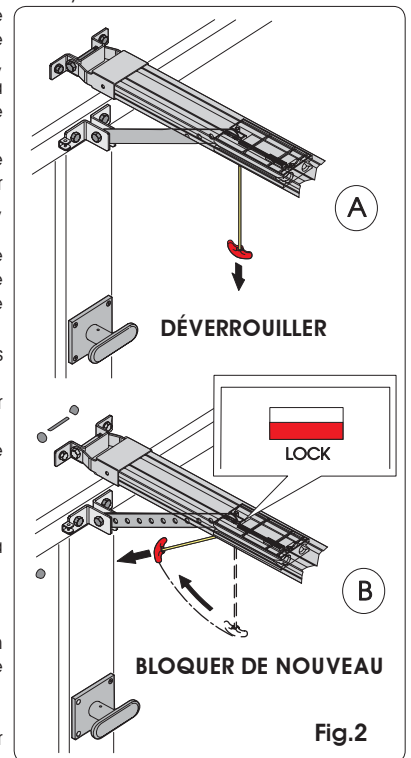

Fig. 2
- Déverrouiller l'opérateur en tirant la poignée de déverrouillage vers le bas (Fig. 2 réf. A).
- Bloquer de nouveau l'automatisme en tirant la poignée horizontalement (Fig. 2 réf. B) et s'assurer qu'à la fenêtre "LOCK" sous le chariot est de couleur rouge, confirmant le réarmement correct.